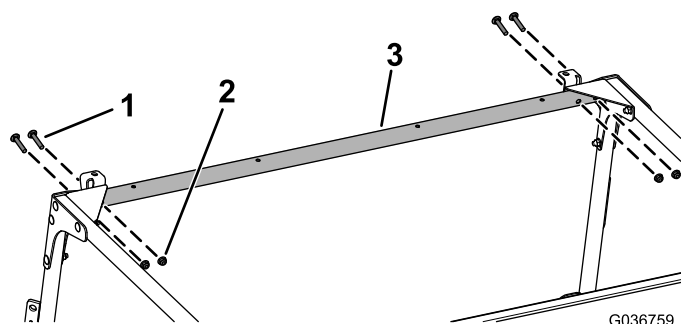

图11
10. 如图11所示, 用 4 个托架螺栓 (5/16 x 1-3/4 英寸) 和 4 个凸缘螺母 (5/16 英寸) 将前交联管安装到前安装板和角撑板上。